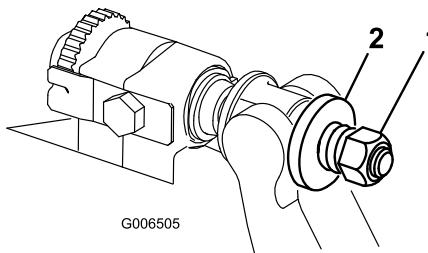

図 32
5. スプリングがつぶれるまでテンションナットを締め、そこから半回転戻す図 32。